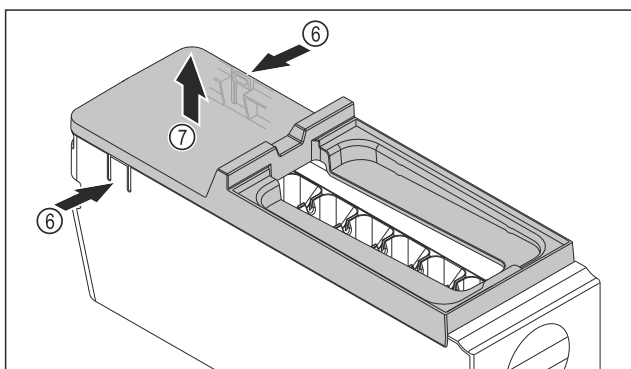

Fig. 92
- ▶ Изваждане на капака на корпуса на EasyTwist-Ice: Натиснете езичетата Fig. 92 (6) от двете страни на корпуса на EasyTwist-Ice с една ръка.
- ▶ С другата ръка извадете капака Fig. 92 (7) нагоре.